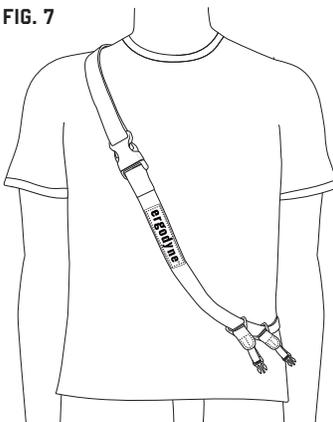

FIG. 7
2. Place the barcode scanner sling lanyard over your head and onto your right or left shoulder [fig. 7]. The "Ergodyne" logo should always sit near the chest when wearing.
2. Pase el cordón de seguridad tipo bandolera del escáner de códigos de barras por su cabeza y colóquelo sobre su hombro derecho o izquierdo [fig. 7]. El logotipo de "Ergodyne" debe quedar siempre cerca del pecho cuando el cordón de seguridad esté puesto.
2. Passez la bandoulière de lecteur de code-barres au-dessus de votre tête et sur votre épaule droite ou gauche [fig. 7]. Le logo « Ergodyne » doit toujours se situer près de la poitrine.